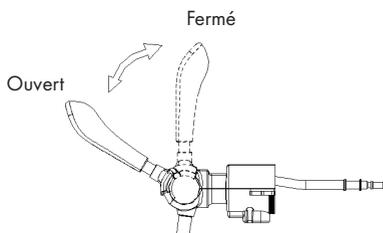

Figure 8
9. Réglez le régulateur de pression de CO2 sur « + ». Vous pouvez maintenant utiliser le robinet pour tirer de la bière. (Tirez la poignée du robinet vers l'avant pour faire couler la bière, comme illustré à la figure 8).